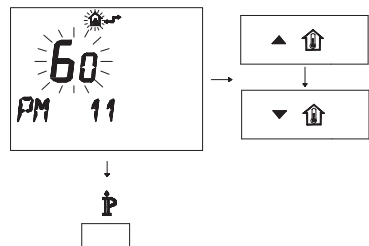

Figura 5.38
- Para modificar el punto de consigna programado, use los botones  $\blacktriangle \uparrow$  o  $\blacktriangledown \uparrow$  y espere a que el número programado comience a parpadear (Figura 5.38). Cada paso de aumento o reducción equivale a 1 segundos.